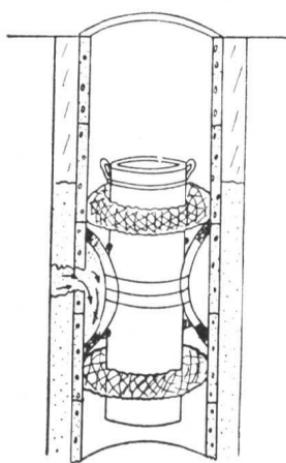

图 8 安装套管示意图
4.安装套管：将以上设备安装完毕以后，用送管器将套管压进井内，这个时候插销绳和割绳铅丝不受力，跟随套管降落。等到套管降至修补位置以后，再用力提升割绳铅丝，固定卡、棕碗等伸张开发利用撑住井壁，再拔出插销绳，吊管绳便随之提出，最后提出送管器，套管安装完毕（如图8）。